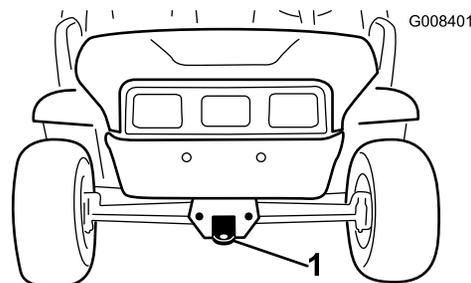
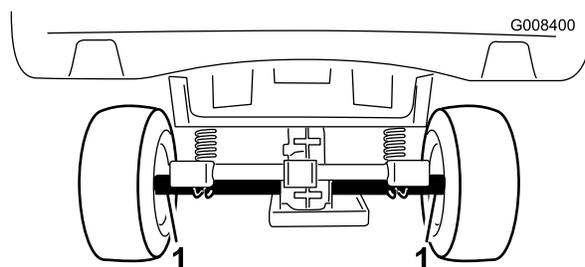

Figura 21
Figura 22
rimorchio. Vedere Figura 21 e Figura 22 per conoscere la posizione dei punti di attacco sulla macchina.
2. Fissate una fune di traino al timone sulla parte anteriore del telaio della macchina (Figura 21).